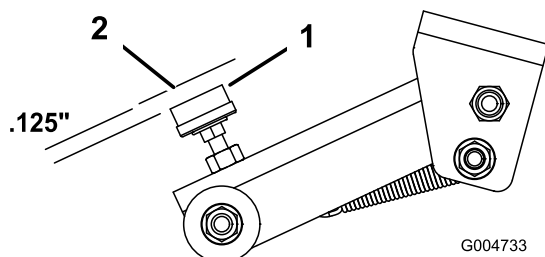

Figura 82
4. Debe haber una holgura entre el amortiguador de goma del tornillo de ajuste (Figura 82) y el cierre de la plataforma de 3 mm. Si se requiere un ajuste, afloje la tuerca del tornillo de ajuste, ajuste el tornillo hasta obtener la holgura necesaria y apriete la tuerca.